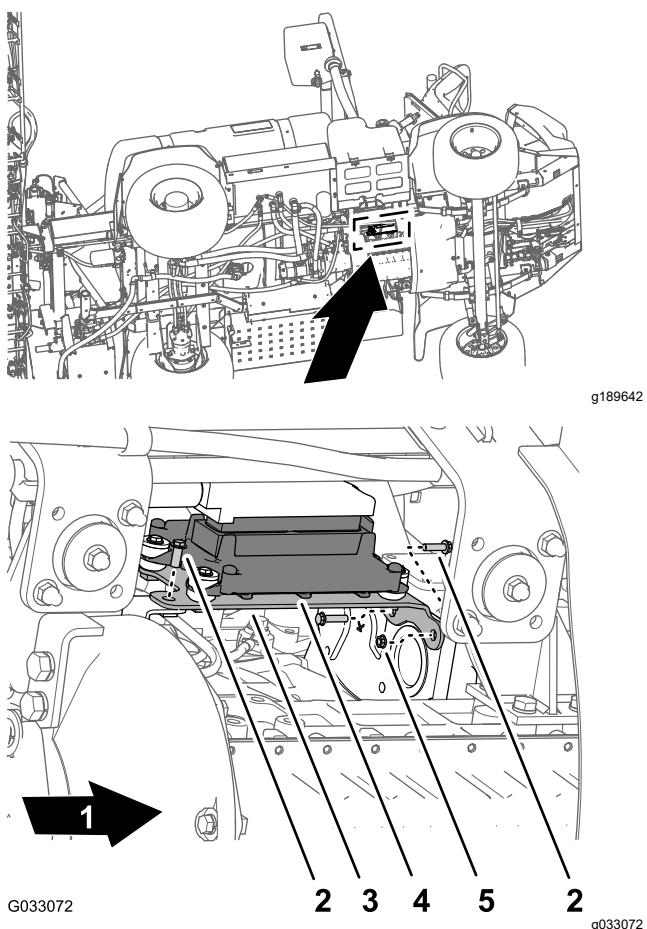

Рисунок 10
1. Удалите три болта с фланцевыми головками и одну фланцевую гайку, которые крепят монтажный кронштейн блока управления двигателем к опорному кронштейну двигателя и дополнительному картеру двигателя (Рисунок 10).